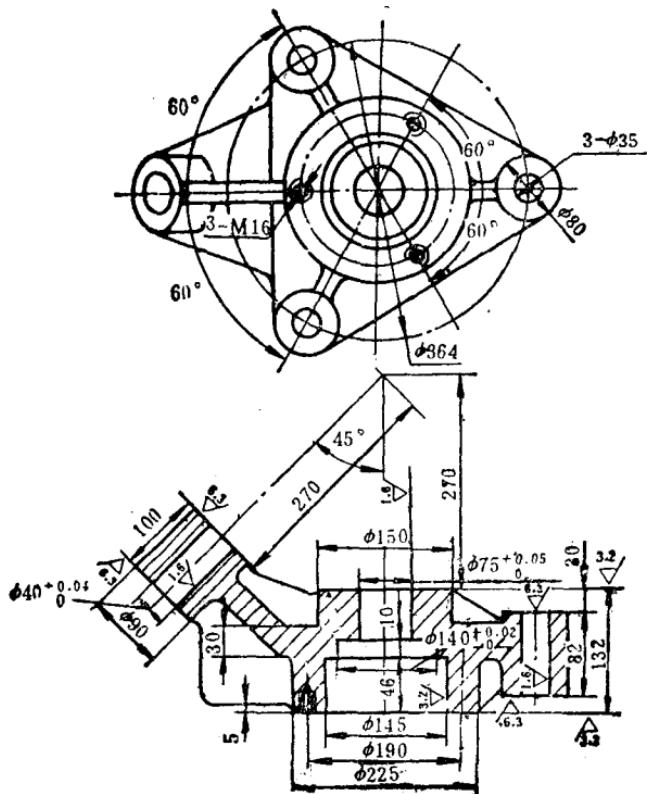

图 3
11. 试述图3所示传动机架 45° 处 $\phi 40$ 的中心线和100mm尺寸线的划线过程。